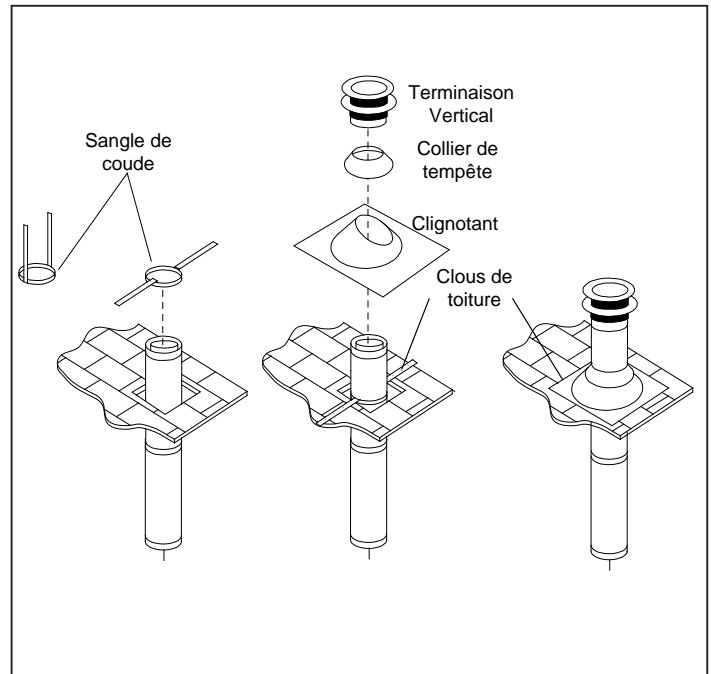

Figure 66: Terminaison de ventilation verticale
**Étape 4.** Mesurer la pente du toit. Sélectionnez le solin et le collet de solin appropriés et déterminez la hauteur au-dessus du toit (voir Figure 66). Un matériau de tuyau non corrosif doit être utilisé pour toutes les longueurs de tuyaux extérieurs. Sceller les têtes de clous avec du silicone.